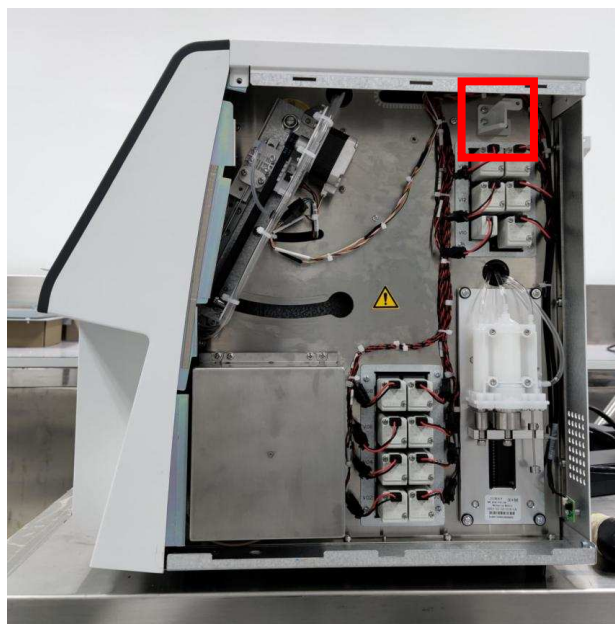

Рис. 4-5
3. Снова затяните неподвижный блок над шестью клапанами с помощью двух винтов, как показано на рис. 4-5.